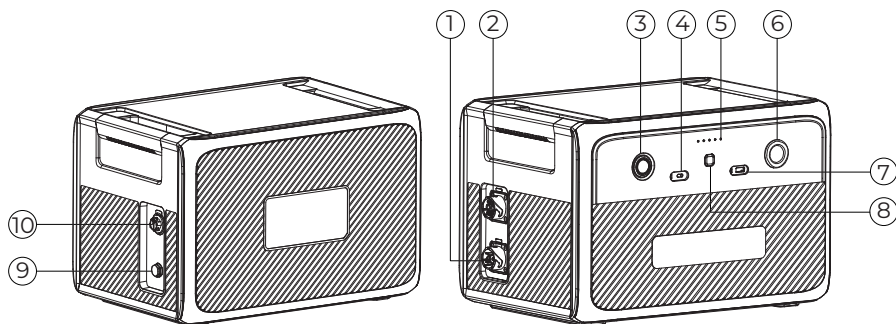

図3-1 B210ポートとボタン
③	主電源ボタン 電源オン/オフ。B210がオフの場合、すべての機能がオフになります。
④	USB-C（PD3.0、100W）出力ポート USB PD3.0規格に準拠し、TYPE-Cポートをサポートするデバイスに電力を供給します。
⑤	電力量インジケータ / 故障インジケータ B210には5個のLEDインジケータがあります。左から右へ、それぞれ20%、40%、60%、80%、100%のSOC（充電状態）を表します。 故障インジケータは「表 10-1 故障コード」を参照してください。
⑥	12V/10A シガーライター出力ソケット 12V の車用冷蔵庫、ケトルなどに電力を供給します。
⑦	USB-A(QC3.0) 出力ポート USB QC3.0 規格に準拠し、USB-A ポートをサポートする機器に電力を供給します。
⑧	DC 入力ボタン B210 の DC 電源出力をオンまたはオフにします
⑨	安全弁
⑩	DC 充電ポート ソーラーパネルを通じて B210 を充電すると同時に、T500 /T500S を接続して B210 を充電したり、自動車や鉛蓄電池の充電にも使用できます。
電源主ボタン(図 3-1 ③) を 2 秒以上長押しして電源をオン/オフすると、電源インジケータが点灯または消灯します。
B210 の電源をオフにした場合 DC 充電ポート (図 3-1 ⑨) が接続されると、B210 は充電のために自動的に電源がオンになります。ソーラー発電に接続されており、常に B210 に接続されている場合、天気が良く、ソーラー発電の電力が十分にある場合、デバイスは自動的に起動して充電します。この機能が不要な場合は、フル充電後PV 充電を引き出すことをお勧めします。
電源がオンの状態で、主電源ボタン (図 3-1 ③) を押し、5 秒後にオフし、もう一度主電源ボタンを押して電源をオンにします。
・PV降圧ボックスの入力電圧範囲は60V～145Vで、外観は下図のとおりです。端子Aは太陽電池パックに接続され、端子BはB210 DC充電ポートに接続されます(図3-1⑨)。
(2)連結にはバッテリー接続ケーブル(B210標準付属品)を使用します。次の図に示すように、その一端はAC240拡張バッテリーパックポート(図3-1の)に接続され、もう一端はB210拡張バッテリーに接続されます。